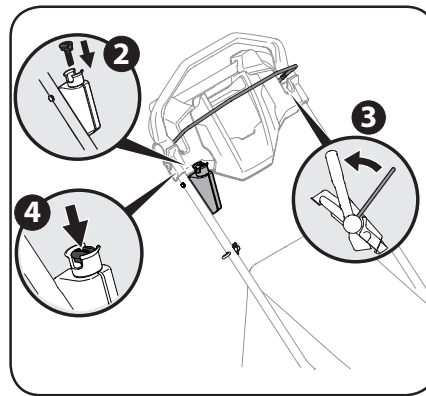

Figure 3-4
3. Placez-vous derrière l'appareil et serrez la commande de la lame contre la commande d'entraînement. Voir Figure 3-4.
4. Pousser le bouton-poussoir pour démarrer le moteur. Voir Figure 3-4.